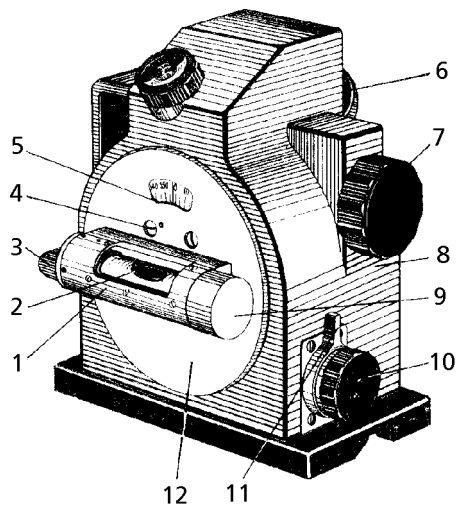

Рисунок 1 – **Общий вид квадранта**
Оптический микрометр состоит из шкалы 11 в оправе и плоскопараллельной пластинки, состоящей из двух клиньев 8 в оправе. Клинья закреплены на кронштейне 10. На нем же закреплен зубчатый сектор, связанный с маховичком 7 микрометра (рисунок 1). При вращении маховичка происходит совмещение верхних и нижних изображений штрихов лимба в поле зрения окуляра.
Наружный кожух 8 (рисунок 1) закрывает корпус.
- 2) плавность вращения фланца 12 (рисунок 1);